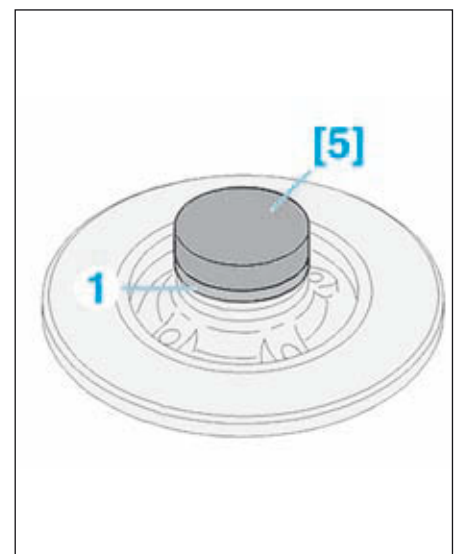

FIG.58
- Reposer un circlip (2) neuf.
- Reposer, à l'aide d'une massette et de l'outil [5] la cible du capteur de roue (1) jusqu'en butée (Fig.58).